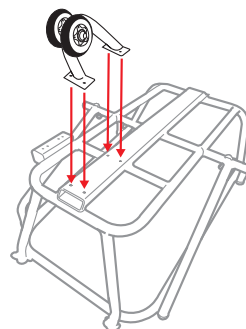

Abbildung 1
1. Richten Sie bei umgedrehter Rahmenbaugruppe das Vorderrad an den vier Löchern am Rahmen aus, sodass das Rad zur Vorderseite des Rahmens zeigt (Abbildung 1).